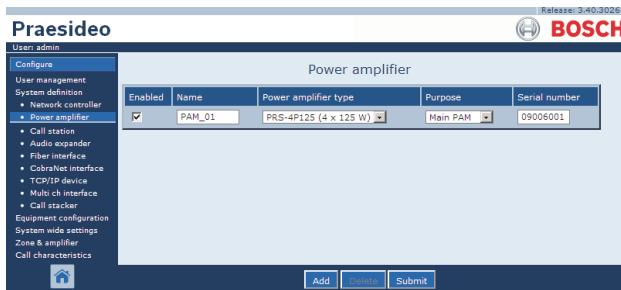

abbildung 43.7: Neue Endstufe hinzufügen, Schritt 4
- 3 Geben Sie die Daten der Endstufe ein (in abbildung 43.7 ist ein entsprechendes Beispiel abgebildet).
- Klicken Sie auf die Schaltfläche **OK**, um die Endstufe zur Liste der Endstufen des Systems hinzuzufügen. Im Mainframe der webbasierten Benutzeroberfläche erscheint ein Bildschirm, der dem in abbildung 43.7 ähnelt.